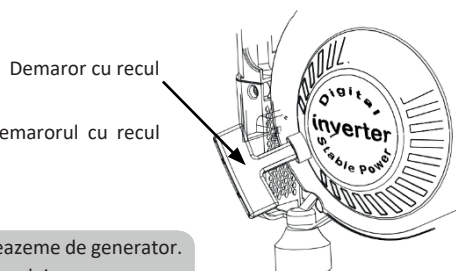

Fig. 8
**Sistemul de pornire (Fig. 8)**
4. Trageți încet de demarorul cu recul până când acesta se clepează, apoi trageți-l cu putere. (Fig. 8)